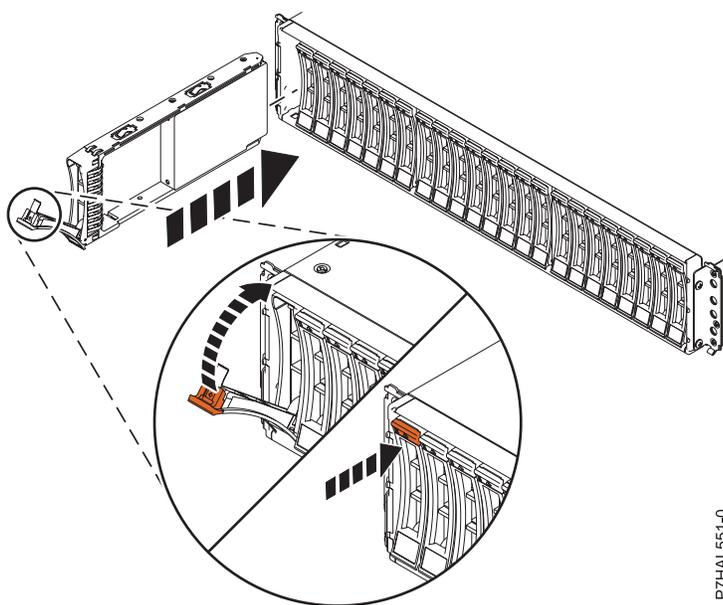

Figure 7. Installation de l'unité de disque dans le Boîtier d'unité de disque 58/87
1. Avec la poignée en position déverrouillée (voir figure 7) maintenez l'unité par le dessous pour l'aligner avec les rails de guidage dans l'unité d'extension.